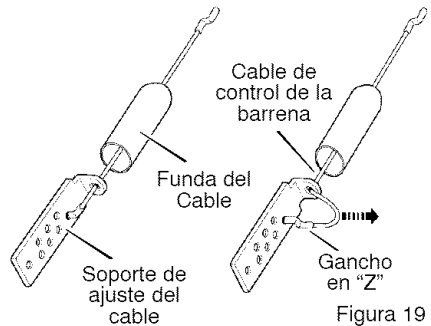

Figura 19
3. Guíe el extremo del **cable de control de la barrena** a través del ojal del **soporte de ajuste del cable** de la manera indicada por la flecha en la Figura 19. Esto le dará suficiente huelgo permitiendo retirar con facilidad el **gancho en "Z"**.